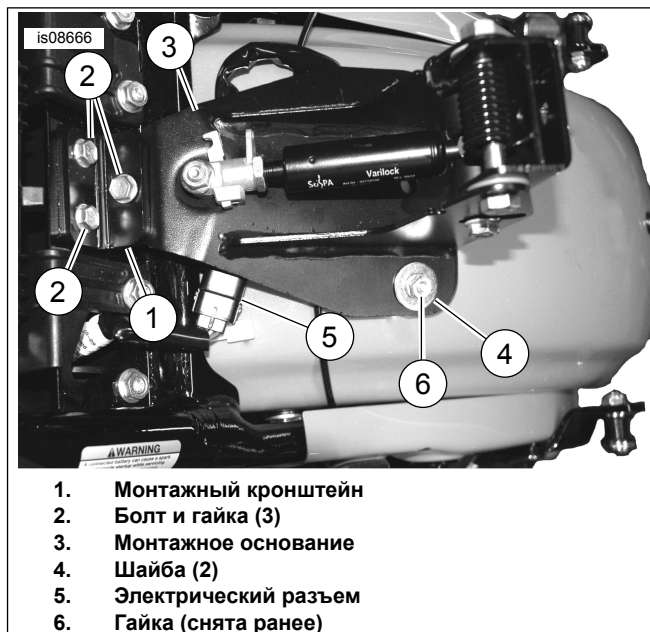
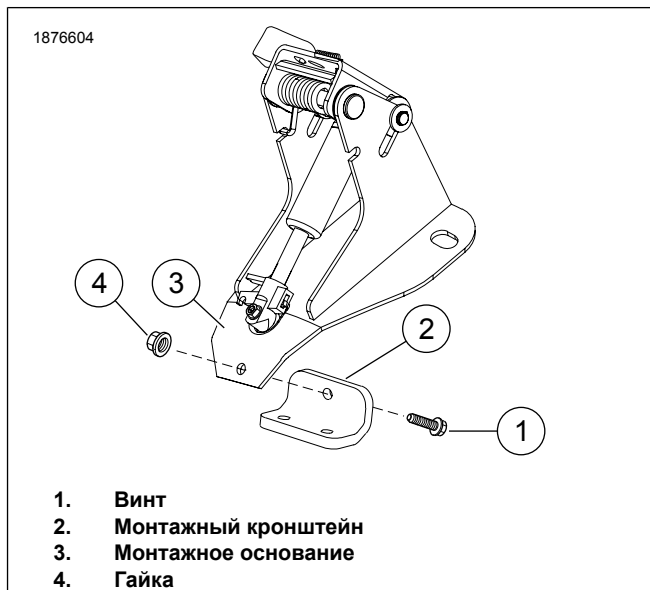

Рисунок 6. Установка кронштейна спинки
Рисунок 7. Альтернативный вариант установки монтажного кронштейна
6. Рисунок 6 Установите монтажный кронштейн (1) в нужное положение, затем установите винты и гайки (2), как показано на рисунке. Оставьте крепления незатянутыми. Убедитесь, что электрический разъем двигается свободно.
- a. См. Рисунок 6 и Рисунок 7. Если электрический разъем (5) соприкасается с монтажным основанием (3), переместите монтажный кронштейн (1) за монтажное основание (3).
- b. Установите болт (6) и гайку (7).
7. Установите шайбы (4) и гайки (6). Затяните.